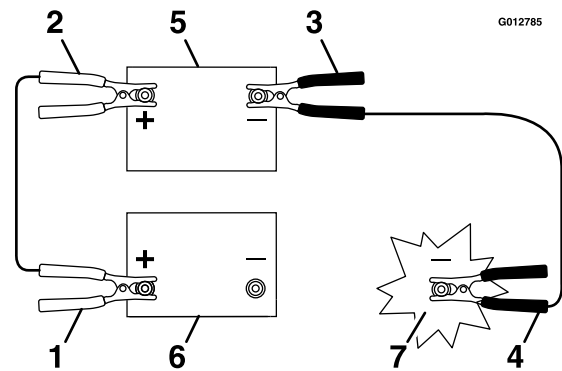

Figure 53
- Connectez le câble positif (+) à la borne positive (+) de la batterie à plat qui est reliée au démarreur ou au solénoïde (Figure 53).